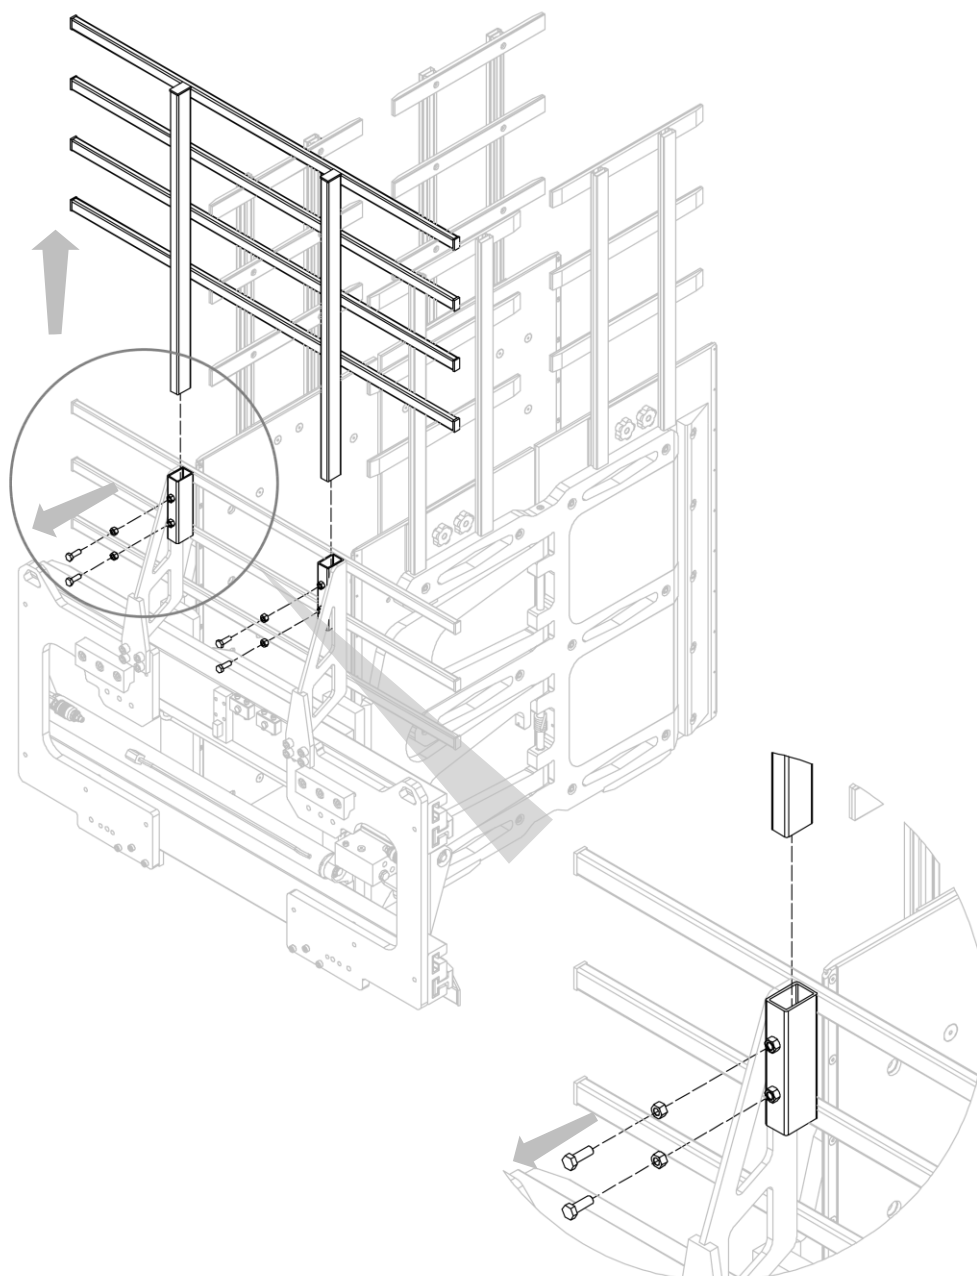

Figure 60
3. Démontez la partie supérieure du cadre de chargement après avoir retiré les vis et les contre-écrous correspondants (voir *Figure 60*).